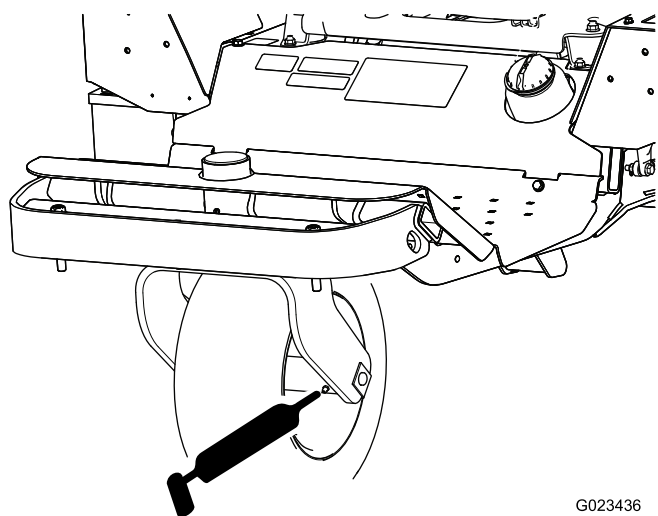

Рисунок 35
- Подшипник переднего колеса (1)—Рисунок 35